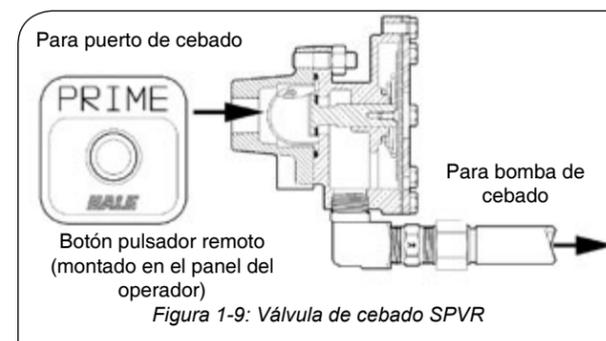

Figura 1-9: Válvula de cebado SPVR
Una bomba de cebado extrae el aire del cuerpo de la bomba y de las tuberías de descarga, lo que permite el ingreso del agua. Como se muestra aquí y en la Figura 1-9, la bomba de cebado tiene un rotor montado de forma descentrada (excéntrica) a la carcasa de la bomba. Los álabes se deslizan en las ranuras del motor y se mantienen contra la carcasa del cuerpo mediante la fuerza centrífuga. A medida que un álabes gira hacia la descarga, se aleja del rotor, lo que comprime el aire. El rotor continúa a través de la descarga, el álabes avanza hacia afuera y contra la carcasa. El espacio se llena de aire. Los álabes, que actúan como limpiadores, fuerzan la salida del aire de la descarga, lo cual crea un vacío en la bomba principal que permite que la presión atmosférica empuje el agua en la manguera y en el lado de aspiración de la bomba.
1. **Válvula Semiautomática de Cebado para montaje Remoto (SPVR)**, por sus siglas en inglés). Hale, una manguera conectada desde la válvula SPVR a la llave de cebado en el cuerpo de la bomba. Cuando se instala la válvula SPVR, un solo botón pulsador en el panel del operador arranca el motor de la bomba de cebado. Cuando se crea un vacío, la válvula SPVR se abre. Al soltar el botón pulsador, se detiene la bomba de cebado y la válvula SPVR se cierra. Figura 1-9.